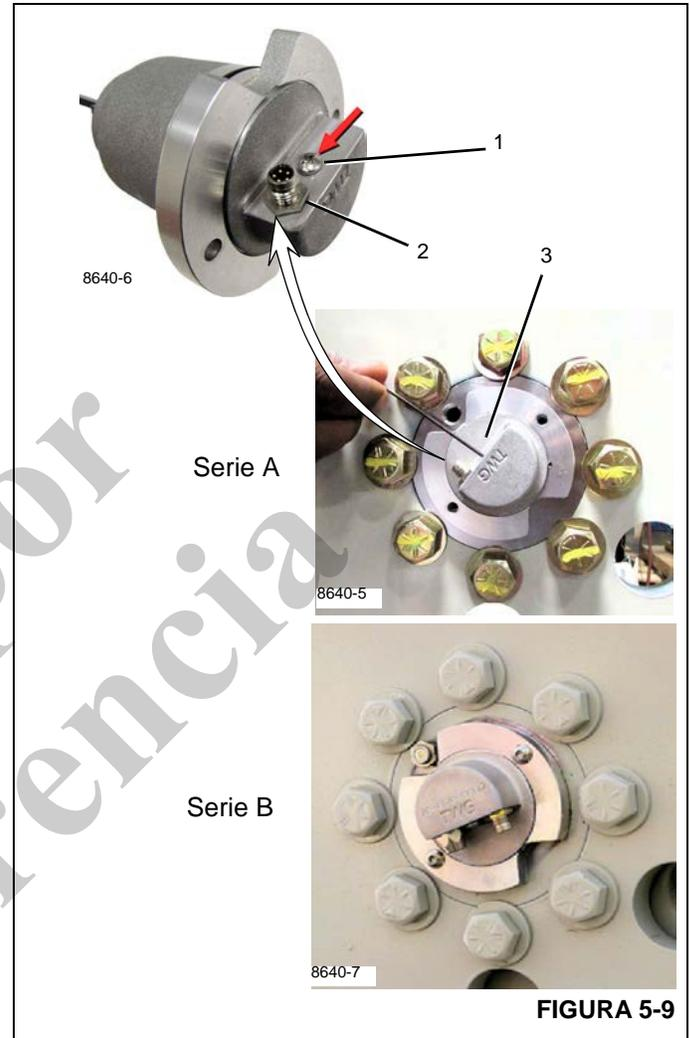

FIGURA 5-9
2. Corte la alimentación del indicador de tercera vuelta de cable mediante la desconexión del cable del DRI (2, Figura 5-9).
3. Retire el tornillo de la cubierta del botón de programación del Sistema de monitoreo del malacate (HMS) (1, Figura 5-9) en el DRI.
- Presione y mantenga presionado suavemente el botón de programación (3, Figura 5-9) y retorne la alimentación al indicador de tercera vuelta de cable; para ello, vuelva a conectar el cable del DRI.
NOTA: Mantener presionado el botón durante más de 15 segundos pone el HMS en modo de envío en las unidades de la serie A. (Vea la Figura 5-9) Vea Modo de envío para obtener información adicional.
NOTA: Si no se vuelve a instalar el tornillo de programación (1, Figura 5-9), el funcionamiento del indicador de tercera vuelta de cable podría verse afectado.
3. Retire el tornillo de la cubierta del botón de programación (1, Figura 5-9).